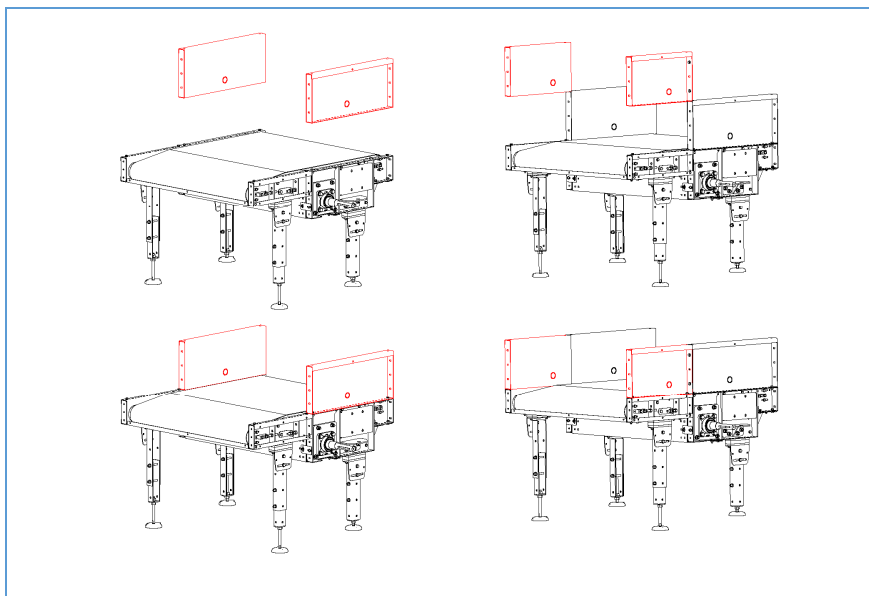

Figura 46 – Montaggio sponda
10. Procedere montando le sponde laterali (I) sulla parte superiore del trasportatore (vedi Figura 46). Eseguire l'operazione un elemento alla volta.